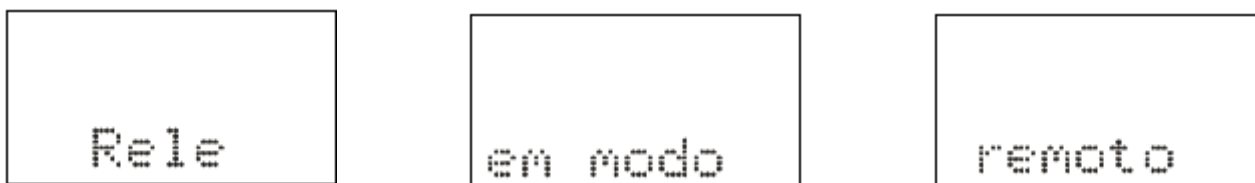

Figura 3.9: Relé em modo de programação remota.
b) Pressionar a tecla  e o relé entra em modo de programação e atuação remota e o led de programação e atuação local ou remota apaga. A IHM local sinaliza a operação realizada conforme figura 3.9.